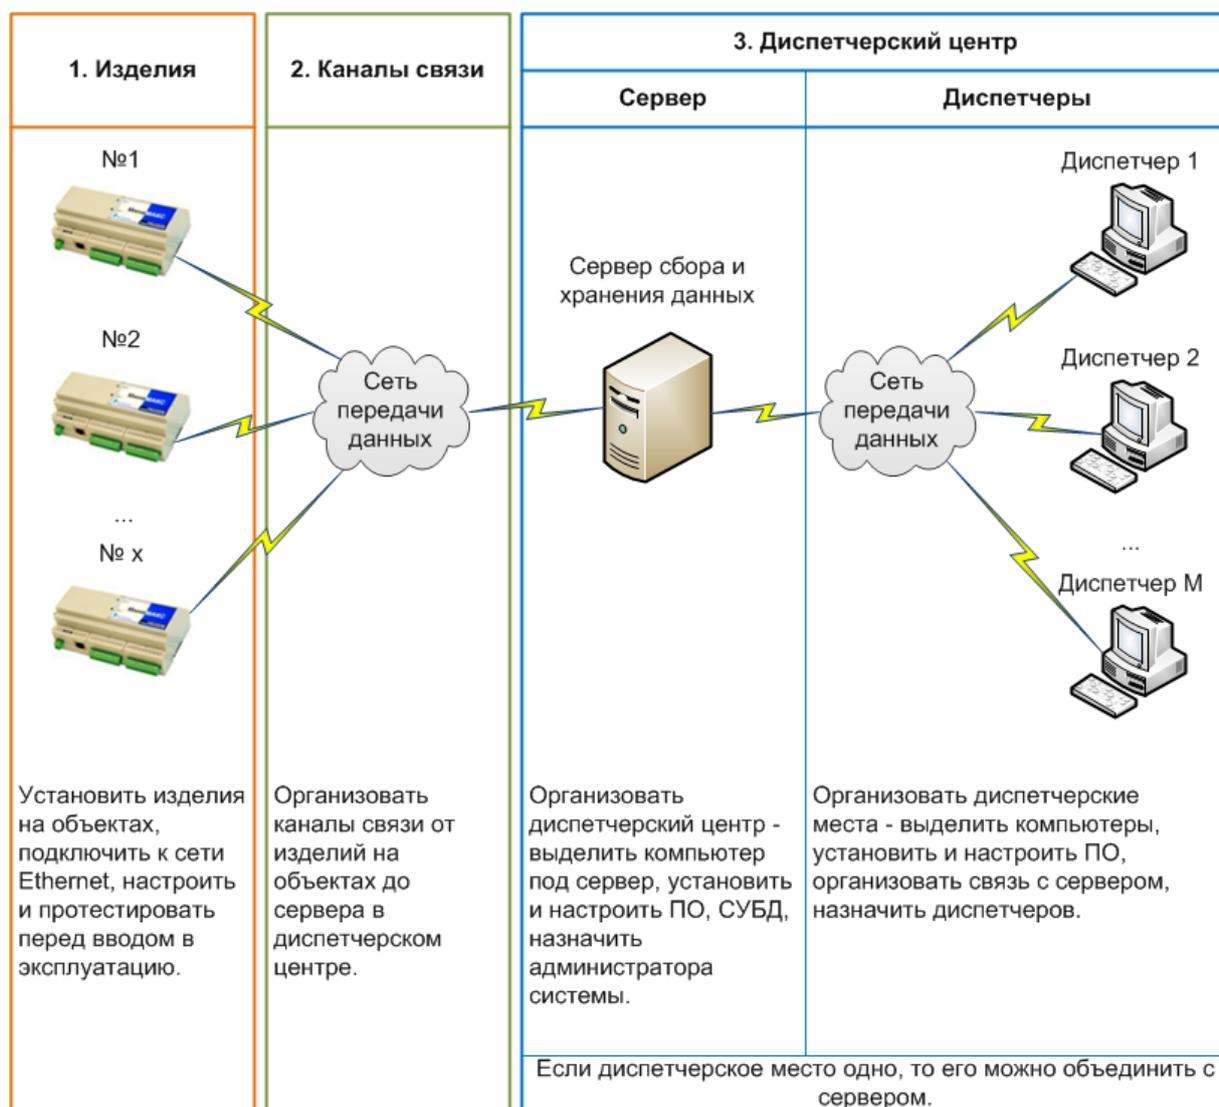

Рис. 2.1. Общая схема организации системы
2.2. Общая схема организации системы при использовании изделия показана на рис.2.1.